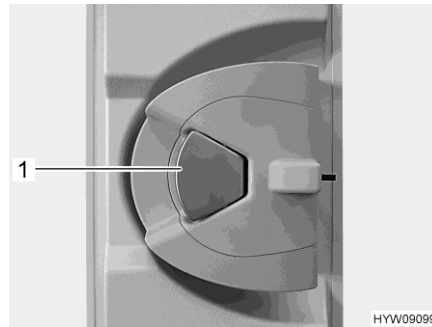

Fig. 32 Serratura della porta (porta del vano abitabile, lato interno)
- Quando la serratura della porta è bloccata: Tirare una volta la maniglia della porta (Fig. 32,1). La porta è sbloccata.
- Tirare la maniglia della porta (Fig. 32,1). La porta è aperta.
- Premere la maniglia della porta (Fig. 32,1).